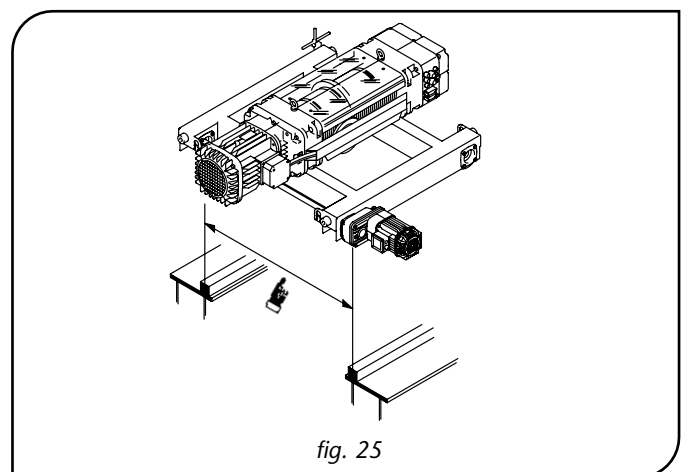

fig. 25
- Si le palan est équipé d'un chariot birail DRT, vérifier que la portée (écartement des rails) correspond à celle définie pour les galets de chariot (fig. 25).